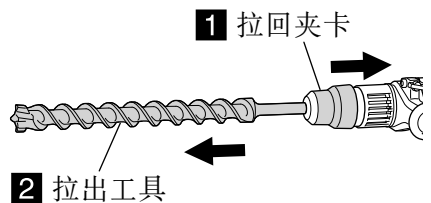

图 19
- (4) 卸下工具时，按箭头方向拉动夹卡并拉出工具（图 19）。